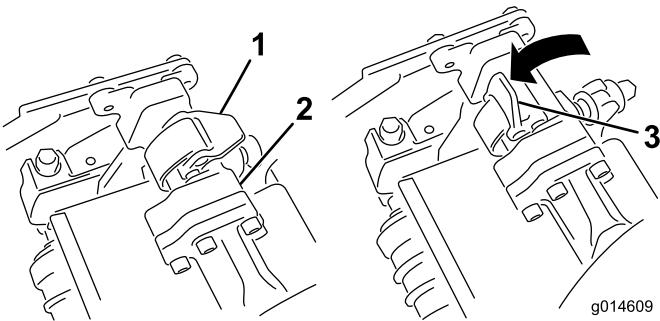

Figura 33
3. Con i fermi del braccio di sospensione rivolti verso l'alto (cioè aperti) (Figura 33), premete il braccio di sospensione verso il basso in modo che la barra si inserisca nella barra della parte superiore dell'apparato di taglio (Figura 34).
4. Chiudete i fermi spostandoli verso il basso e attorno alla barra dell'apparato di taglio, quindi bloccateli in posizione (Figura 33).
4. Aprite i fermi sulla barra del braccio di sospensione dell'apparato di taglio che state rimuovendo (Figura 33).